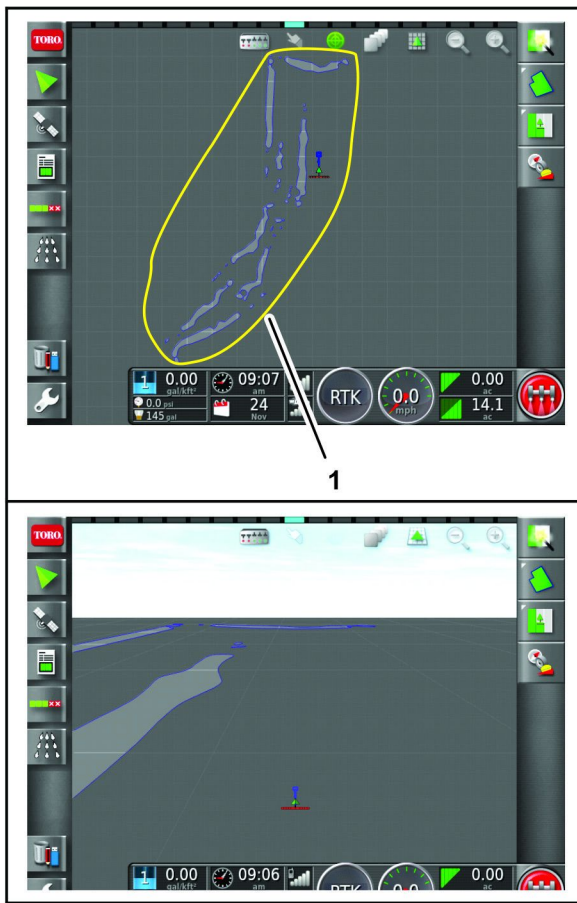

图 69
- 另一位喷洒技术人员用 2 号机器绘制第 10 至 18 洞的场地边界图 69。